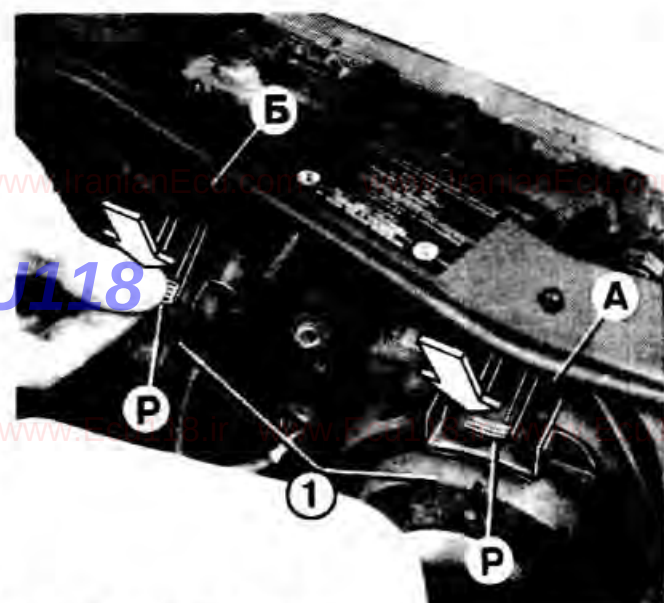

Рис. 1-33. Замена ламп фар:
- Снять пластмассовый кожух 1 (рис. 1-33), нажав на папку зажима Р.